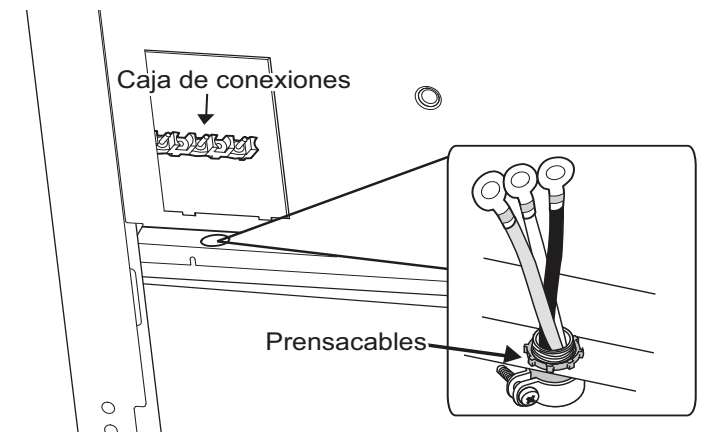

Figura 12: Ubicación del prensacables
1. Localice la caja de conexiones en la parte trasera del aparato y quite la cubierta (consulte la Figura 12).
2. Instale el prensacables (no incluido con la estufa) en el orificio de 1 pulg. (6 mm) de diámetro situado en el panel trasero, debajo de la caja de conexiones (vea la Figura 12). Pase los cables por el prensacables.